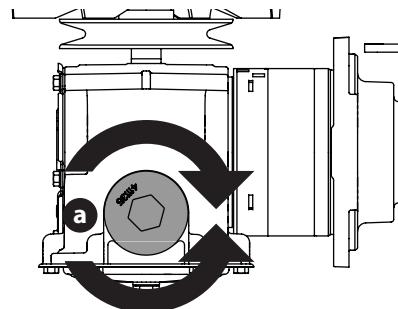

Fig. 43
2. Coloque un recipiente adecuado debajo del tapón de drenaje (a) que está sobre la transmisión. Quite el tapón de drenaje (a) y deje drenar el aceite de la transmisión (Fig. 43).